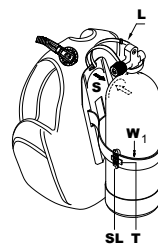

fig. 2-6
2. Si le gilet possède une plaque dorsale rigide, placez la cavité (S) de la plaque dorsale au niveau de l'épaule de la bouteille (fig. 2-6) puis attachez la sangle (fig. 2-5 et 2-7) du système de largage rapide (W1) autour de la bouteille. Sur les gilets qui possèdent des plaques dorsales rigides, la sangle de sécurité (L) (fig. 2-6) est fixée en haut de la plaque dorsale, de manière à empêcher le gilet de glisser vers le bas au moment où la sangle est attachée et fermée. Une fois que le réglage a été fait correctement, cela aide à retrouver la position adéquate de la bouteille sur le gilet de façon facile.